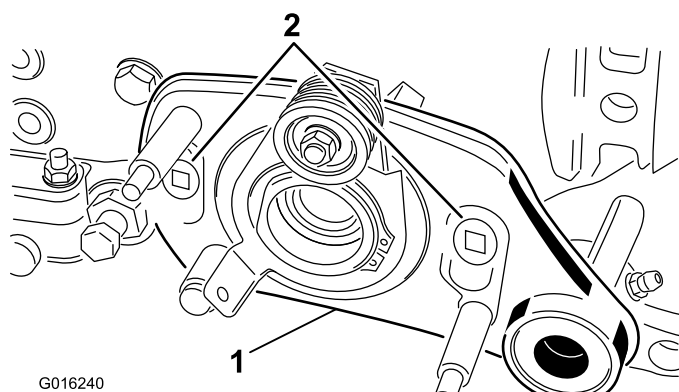

Figure 33
8. Enlevez les 2 boulons à épaulement qui fixent l'entraînement du groomer aux adaptateurs des plaques latérales (Figure 33).